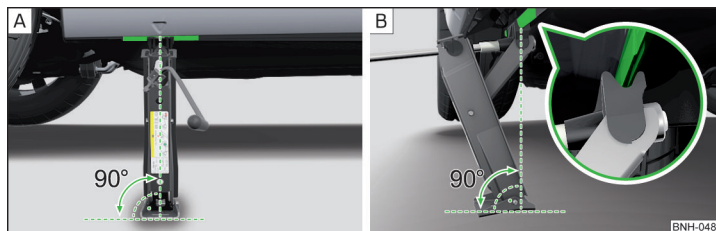

Abb. 162 Prinzipdarstellung: Wagenheber ansetzen
- › Die Grundplatte des Wagenhebers mit ihrer gesamten Fläche auf einem geraden Untergrund abstützen und sicherstellen, dass sich der Heber in senkrechter Position zum Aufnahmepunkt befindet » Abb. 162 - A.
- › Den Wagenheber unter dem Aufnahmepunkt mit der Kurbel so weit hoch drehen, bis seine Klaue den Steg umfasst » Abb. 162 - B.